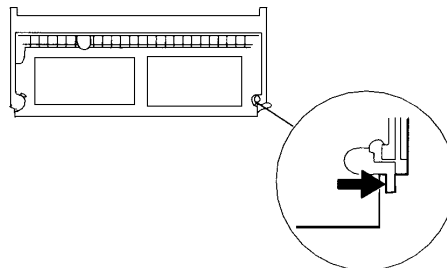

Afbeelding 4-4
7. U kunt nu de geheugenruimte zien, zoals getoont op afbeelding 4-4.